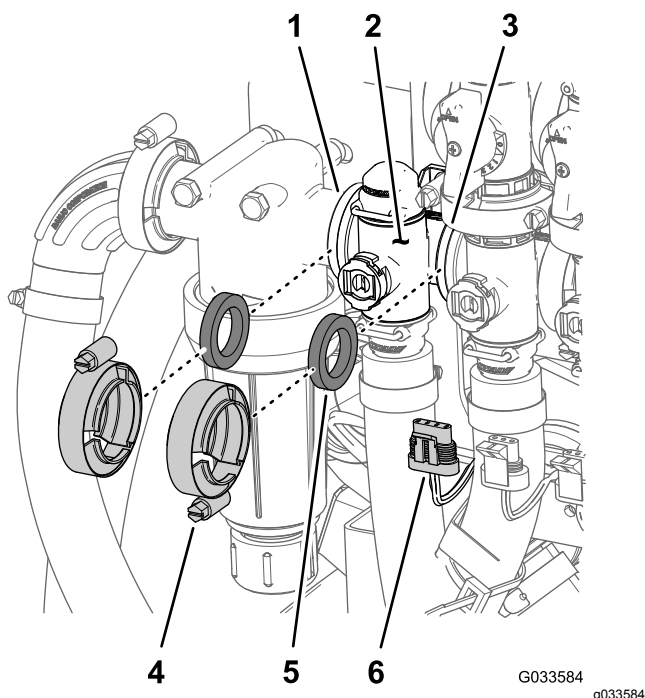

Figure 113
1. Retirez les 2 colliers à bride et les 2 joints qui fixent le collecteur du régulateur de débit Figure 113 au filtre sous pression et à la vanne d'agitation.